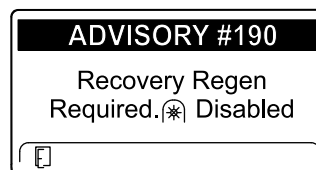

図 55
- リカバリ再生が必要です PTO が無効化されました アドバイス番号 190 図 55